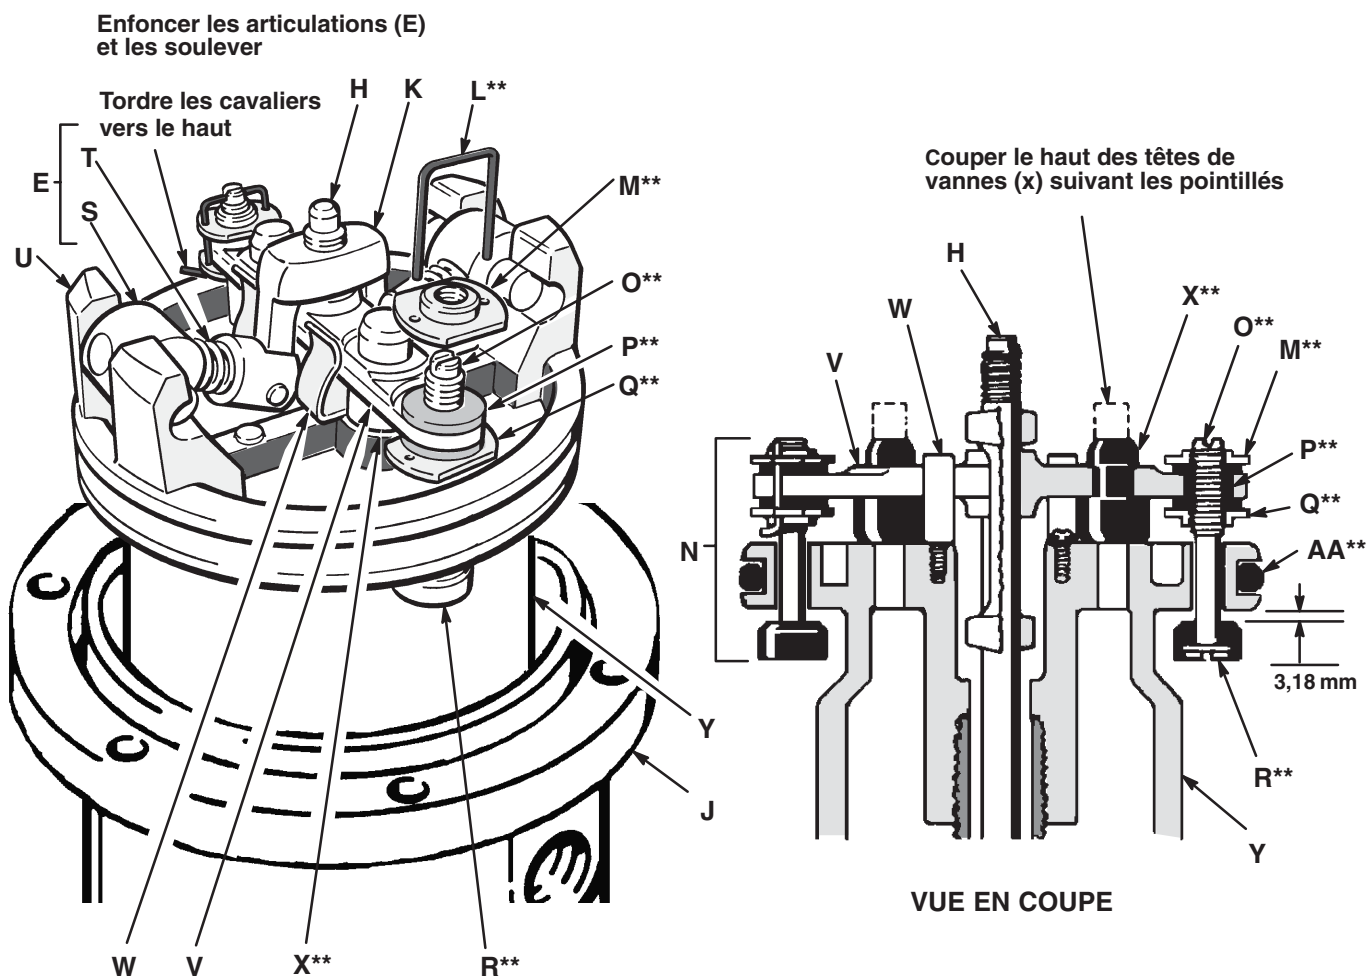

Fig. 3
Toujours garder les doigts à l'écart des articulations (E) pour éviter de se faire pincer ou sectionner les doigts. Voir Fig. 3.
5. Se servir d'un tournevis pour appuyer sur l'étrier de la tige de commande (K) et rabattre les articulations (E). Voir Fig. 3. Retirer les arceaux de blocage (L) des écrous de réglage (M et Q) des vannes (N). Dévisser les écrous du haut (M). Dévisser les tiges de vannes (O) et les sortir des passe-cloisons (P) et abaisser les écrous de réglage (Q). Enlever les têtes de vannes (R) des tiges et bien les essuyer pour contrôler les fissures éventuelles.
6. Saisir les leviers à rotule (S) avec une pince. Comprimer les ressorts (T), relever l'articulation (E) et la dégager de la chape du piston (U), puis retirer les pièces. Vérifier si le bras de commande des vannes (V) est soutenu par les clips (W) et qu'il coulisse facilement dans celles-ci. Voir Fig. 3.
7. Retirer l'étrier de la tige de commande (K), le bras de commande des vannes (V) et la tige de commande (H). Contrôler l'état des têtes des vannes d'échappement (X) pour voir si elles présentent des fissures.
4. S'assurer que les joints toriques sont bien en place. Faire coulisser la tige de piston vers le bas dans le palier de presse-étoupe et faire descendre le piston (Y) dans l'embase (J) du moteur pneumatique.
5. Tirer les têtes de vannes d'échappement (X**) à travers le bras de commande des vannes (V) et couper la partie supérieure suivant les pointillés. Voir Fig. 3.
6. Monter les têtes de vannes de transfert (R**) sur les tiges de vannes (O**), puis remonter ces tiges (O**), les écrous inférieurs (Q**), les passe-cloisons (P**) et les écrous de réglage supérieurs (M**) sur le piston (Y). Monter la tige de commande (H), le bras de commande des vannes (V), l'étrier de tige de commande (K) et les articulations (E) sur le piston. Voir Fig. 3.
7. Avant de monter les arceaux de blocage (L**) sur les écrous de réglage (M** et Q**), utiliser la cale de calibrage spéciale 171818 pour régler la vanne de transfert (N) de façon à ce que le jeu entre les têtes (R**) et le piston (Y) soit de 3,18 mm quand les articulations sont en position *basse*. Voir Fig. 3.
8. Relever les articulations (E) en position *haute*. Remonter le cylindre (G) et l'écrou borgne (F). Remonter le moteur pneumatique sur le bas de pompe.